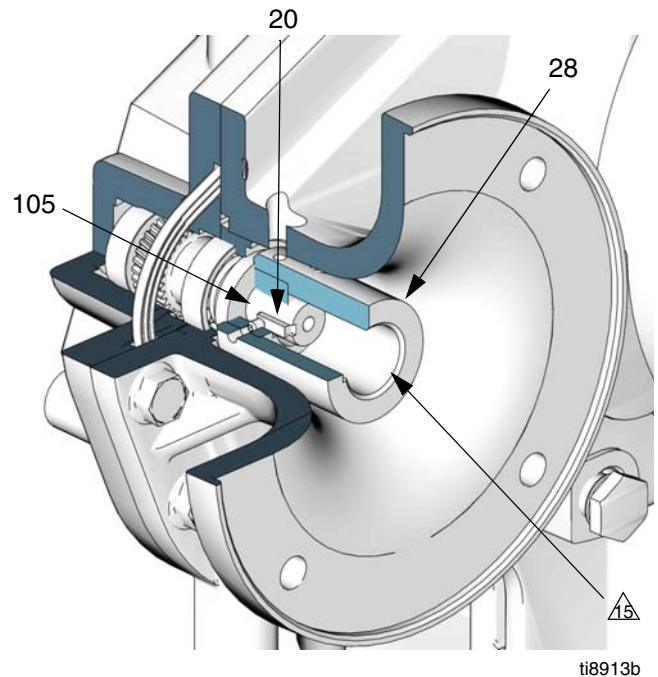

ABB. 25. Installation der Motorkupplung
2. Siehe ABB. 25. Den Keil (20) in die Keilnut der Eingangswelle (105) einsetzen. Die beiden Feststellschrauben (31) in die Kupplung (28) einsetzen und sicherstellen, dass sie nicht in die Keilnut oder die Eingangswellenbohrung der Kupplung eindringt.